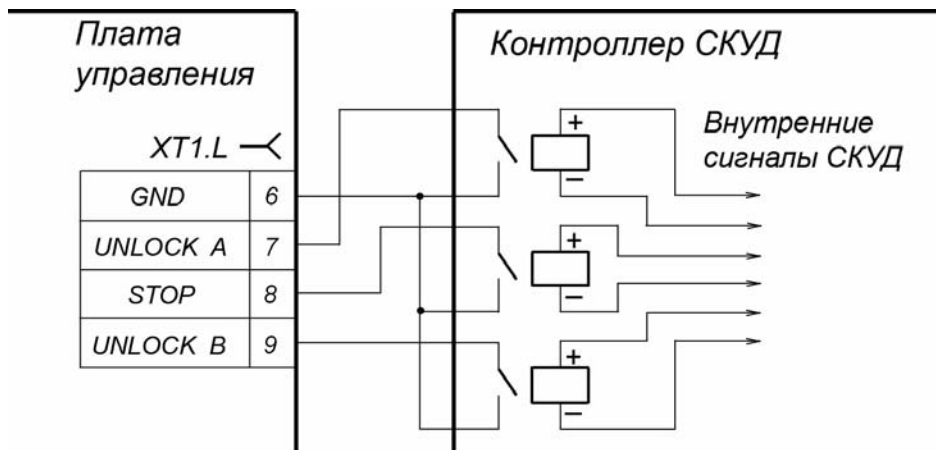

Рисунок 6 Управляющие элементы внешнего устройства – нормально разомкнутый контакт реле
5.4.2 Управление турникетом осуществляется подачей на контакты клеммной колодки **XT1.L** *Unlock A*, *Stop* и *Unlock B* сигнала низкого уровня относительно контакта *GND*, при этом управляющим элементом могут быть нормально разомкнутый контакт реле или схема с открытым коллекторным выходом. Аварийное открытие прохода турникета осуществляется снятием с контакта *Fire Alarm* сигнала низкого уровня относительно контакта *GND*, при этом управляющим элементом может быть нормально замкнутый контакт реле или схема с открытым коллекторным выходом (см. рис. 6 и 7).